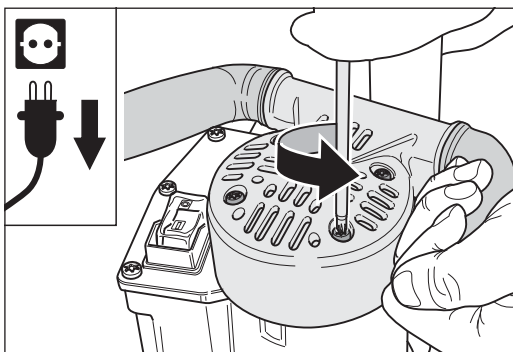
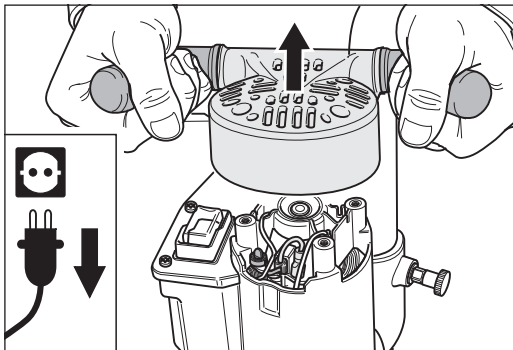

Fig. 40 Desenroscar los cuatro tornillos de sujeción y ...
Fig. 41 ... levantar la empuñadura.
3 Destornille los cuatro tornillos de sujeción de la empuñadura y sáquela de la caja del motor. Preste especial atención a que no caiga ninguna pieza de la máquina en el motor (Fig. 40 + Fig. 41).
- 2 Desenrosque los cuatro tornillos de sujeción de la empuñadura y sáquela de la caja del motor. Preste especial atención a que no caiga ninguna pieza de la máquina en el motor (Fig. 40 + Fig. 41).